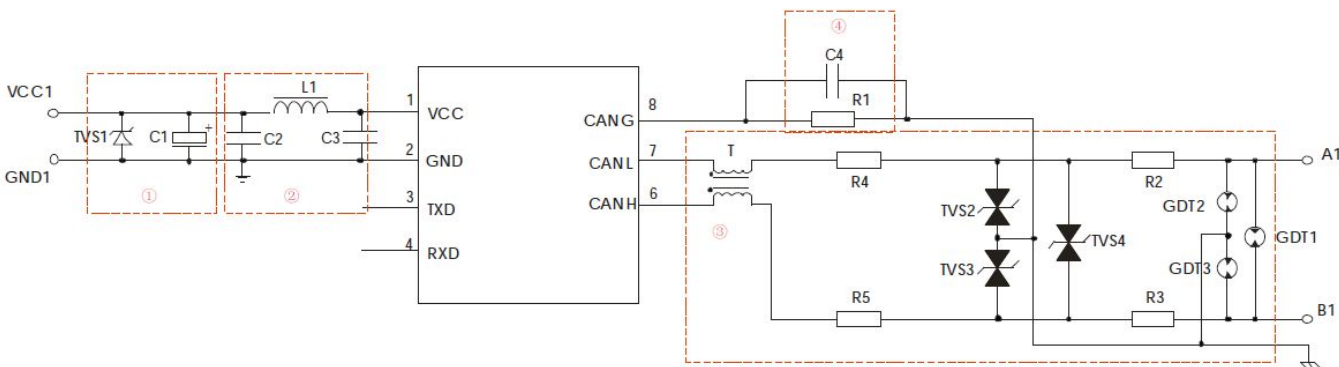

图 2
IEC/EN61000-4-4	信号端口±1KV (推荐电路见图 2-③) perf. Criteria B
信号端口±0.25KV/±0.5KV (推荐电路见图 2-③) perf. Criteria B
信号端口±0.5KV/±1KV (推荐电路见图 2-③) perf. Criteria B
信号端口±1KV/±2KV (推荐电路见图 2-③) perf. Criteria B
信号端口±2KV/±4KV (推荐电路见图 2-③) perf. Criteria B
信号端口±4KV/±6KV (推荐电路见图 2-③) perf. Criteria B